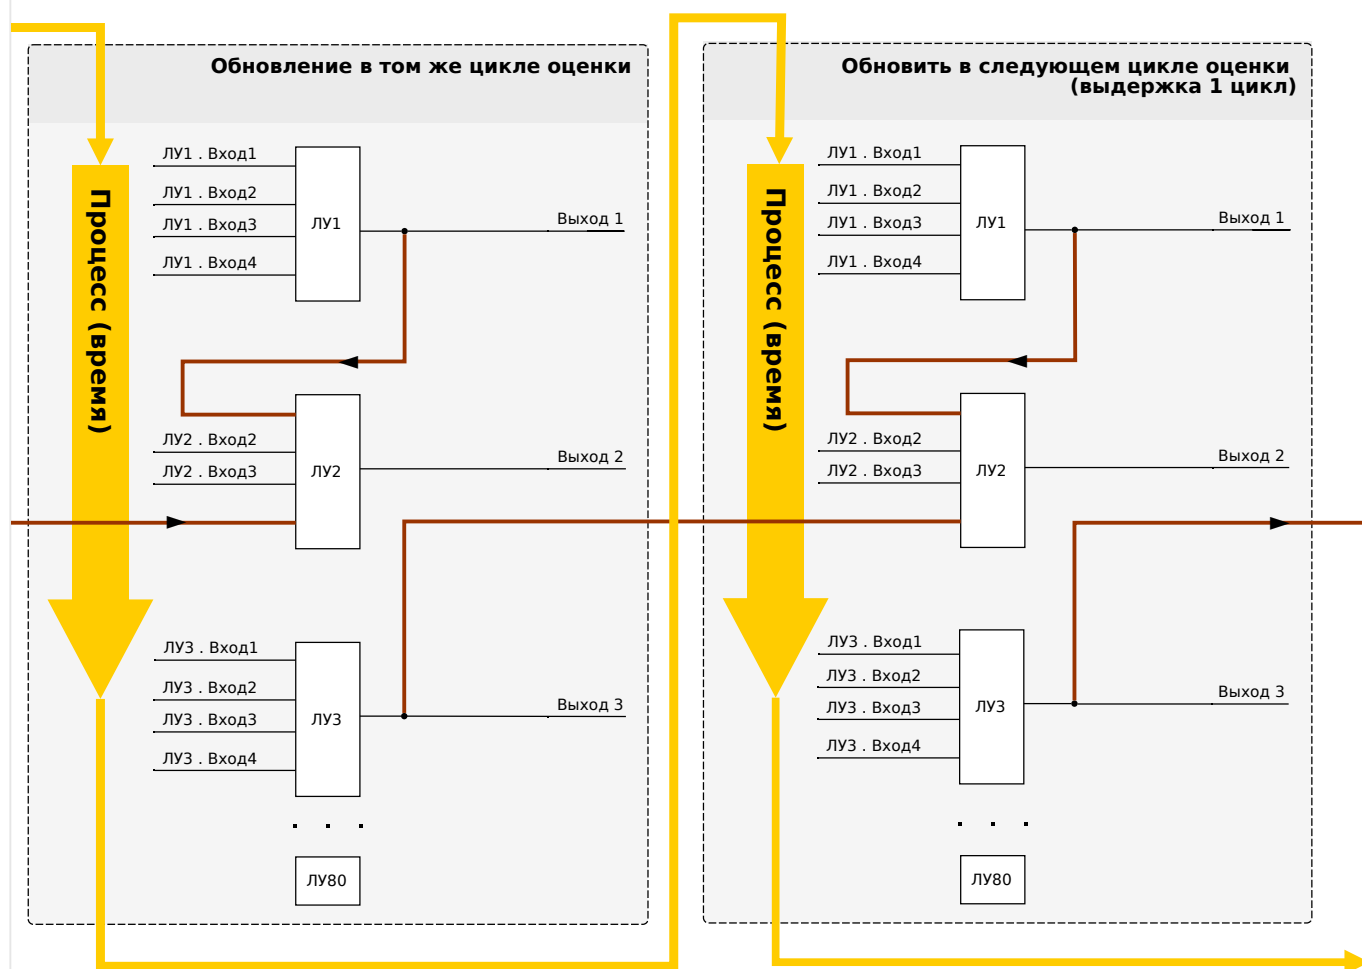

Рис. 76: Каскадирование в возрастающем порядке.
- **Нисходящая** последовательность означает, что некий выходной сигнал поступает на вход одного из логических уравнений с **меньшим** номером. На графике  **Рис. 76** приводится пример, когда результат логического уравнения ЛУ3 используется в качестве входного сигнала для логического уравнения ЛУ2.
И возрастающий, и убывающий порядки можно не только использовать, но и комбинировать, при этом разница будет заметна не сразу. Однако, как показано в разделах  **Рис. 75** и  **Рис. 76** ниже, благодаря определению состояний всех уравнений в возрастающем порядке фактические рабочие значения, поступающие на вход любого из них, будут иной степени зрелости.
В представленном выше примере  Рис. 76 для «логического уравнения 2» используются состояния выходов двух других уравнений — «логического уравнения 1» и «логического уравнения 3». Результат «логического уравнения 1» используется в возрастающем порядке и, следовательно, определен в ходе того же рабочего цикла. Результат «логического уравнения 3» используется в убывающем порядке и, следовательно, определен в ходе предыдущего рабочего цикла.